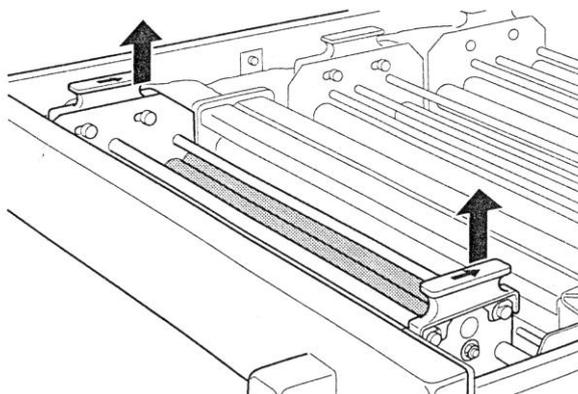

Рис.2
- Приподнимите верхние решетки за ручки, расположенные по бокам, и снимите их (рис.2)